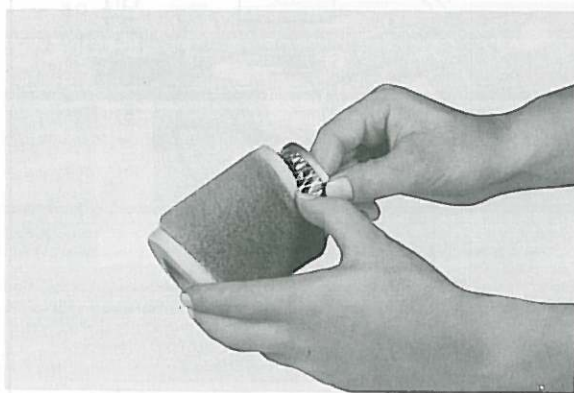

Fig. 2-3-4
2. Slip the element off the wire mesh guide. (Fig. 2-3-4)
2. Séparer l'élément de son armature en treillis métallique. (Fig. 2-3-4)
2. Filterelement von der Maschendrahtführung ziehen. (Fig. 2-3-4)